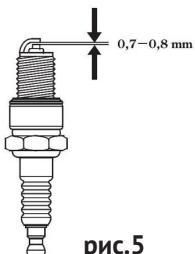

рис.5
6.2 Свеча зажигания см. рис.5
- рекомендуется проверить величину межэлектродного зазора, который должен составлять 0,7-0,8 мм. При существенном отклонении величины зазора от указанной, необходимо его отрегулировать (восстановить) или заменить свечу (см. рис.5);